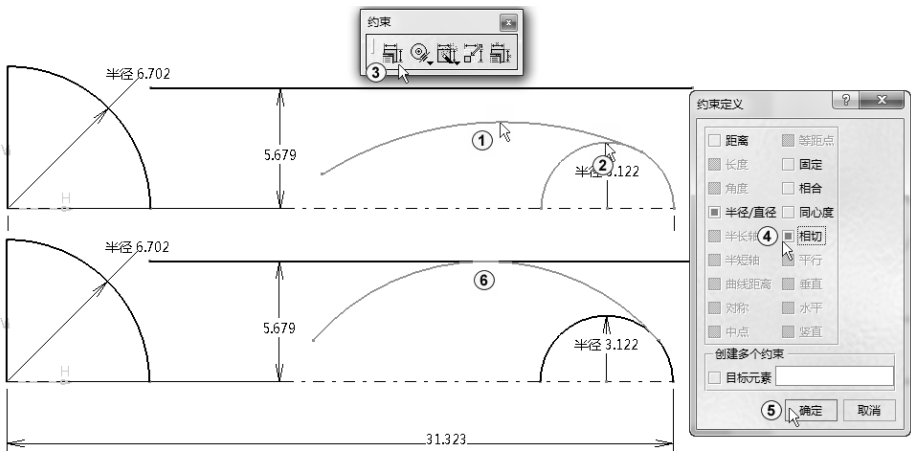

图 2-43 添加相切约束
(3) 作中间线段
单击“三点弧”按钮，绘制一条圆弧，圆弧的一个端点落在左边圆上，如图 2-43 中①所示。按住〈Ctrl〉键选择刚刚绘制的圆弧和圆，单击“对话框中定义的约束”按钮，在弹出的“约束定义”对话框中选择“相切”，然后单击“确定”按钮，如图 2-43 中①~⑤所示。再次单击屏幕左下方的彩色的“几何约束”按钮，使其变灰，便可以看到“相切”约束的符号。单击屏幕左下方的灰色的“几何约束”按钮，使其关闭。用同样的方法，使刚刚绘制的圆弧和水平线相切，结果如图 2-43 中⑥所示。